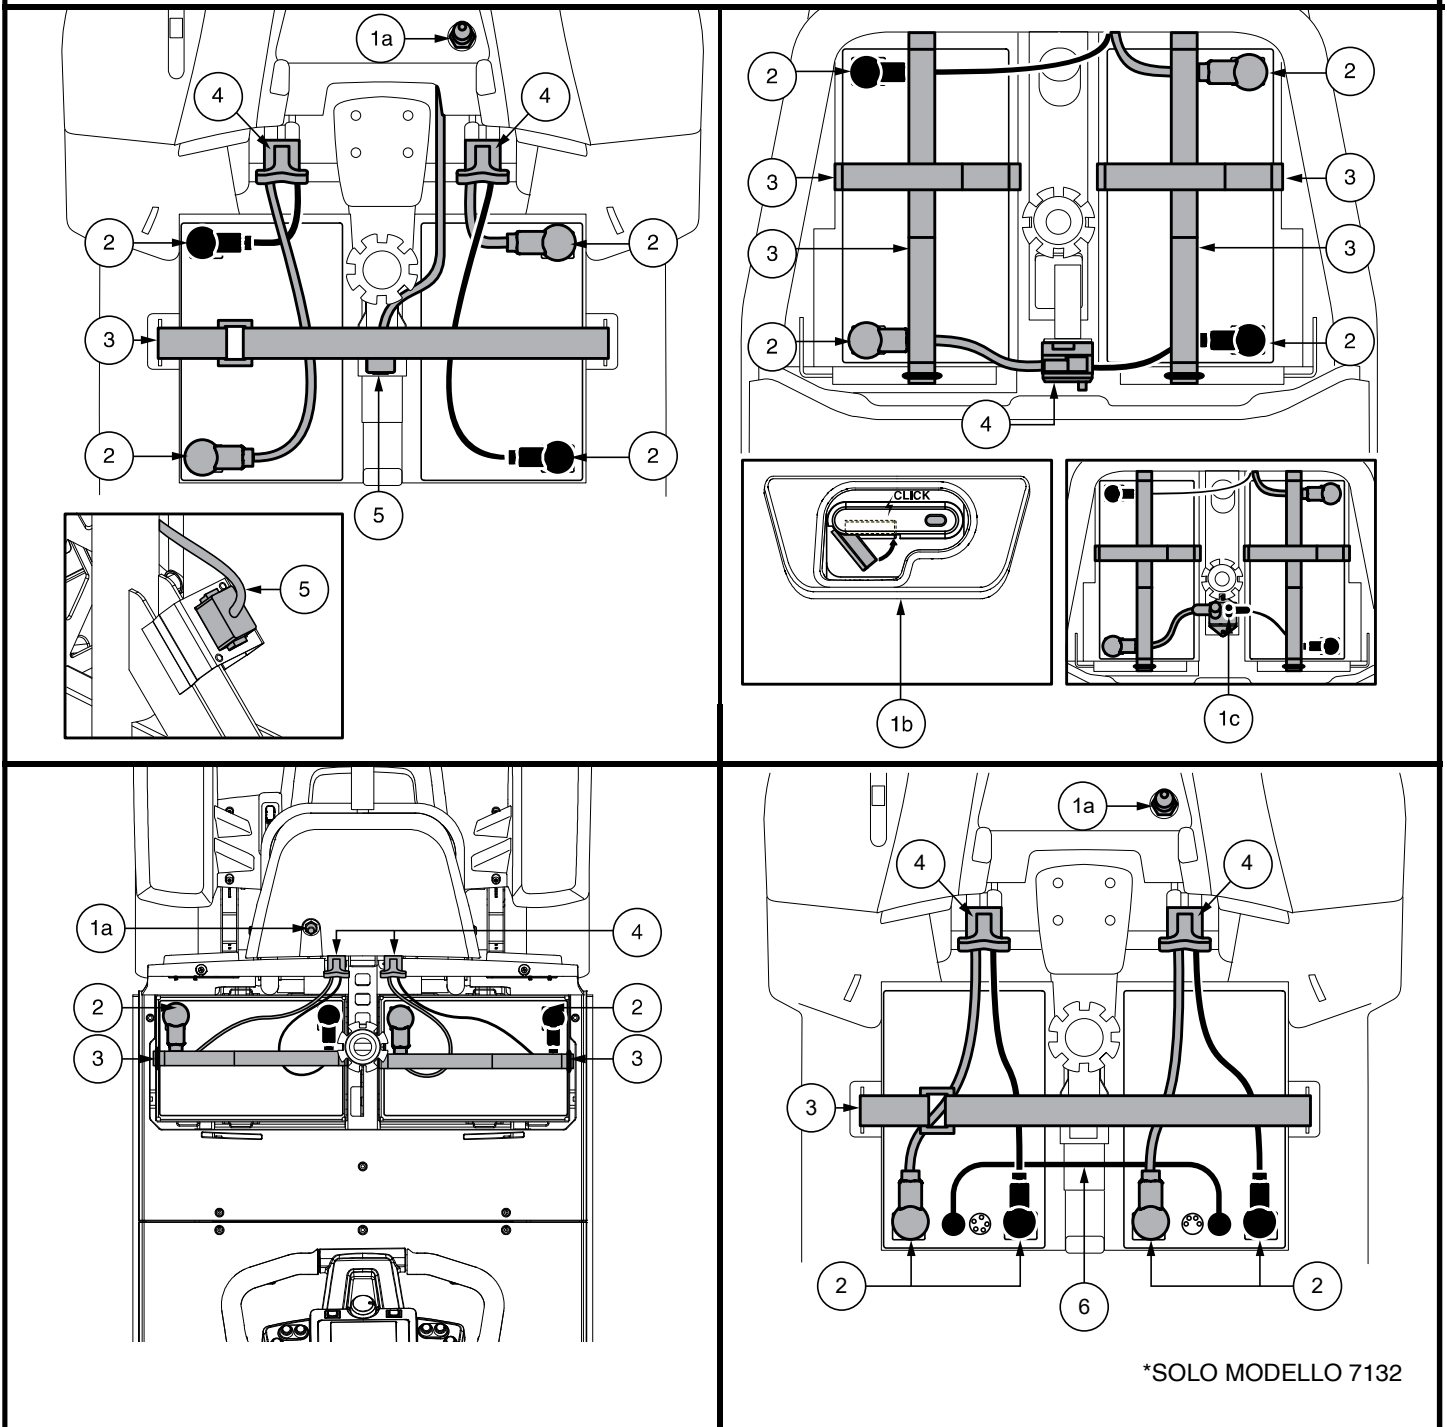

Figura 17. Rimozione della batteria/ installazione di terminali e connessioni
3. Per tutti i modelli *ECCEPTE* i mod 614 e 714, scollegare le connessioni telaio anteriore-posteriore. Staccare entrambi i connettori della batteria tirandoli fuori dalla morsettieria. **Vedere figura 17.**
6. Posizionare la batteria nuova nell'alloggiamento corrispondente. Orientare i poli di ciascuna batteria in direzione opposta al sellino con il polo positivo (+) e negativo (-) posizionati come illustrato nella **figura 17.**
NOTA: I Modelli 614 e 714 utilizzano delle cinghie per assicurare le batterie all'interno dei rispettivi vani. Fare riferimento alla figura 17 per le procedure di installazione delle cinghie.